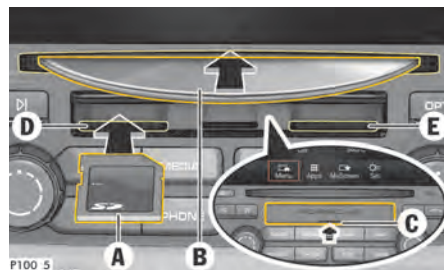

Fig. 170 : Chargement d'un CD/DVD, ainsi que d'une carte SD
1. À l'aide de votre ongle, relevez le cache au niveau de la fente **C** (fig. 170).